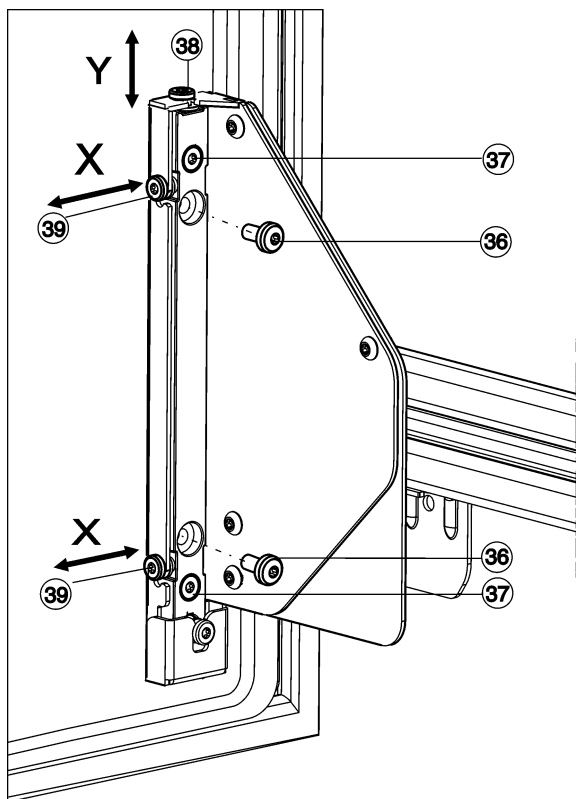

Fig. 27
- Schrauben Fig. 27 (36) vollständig herausschrauben.
- ▷ Die Schrauben Fig. 27 (36) entsorgen, sie werden nicht mehr benötigt.
- Schrauben Fig. 27 (37) mit 1 bis 2 Umdrehungen nur lösen.
- Verstellerschraube (38) drehen. Im Uhrzeigersinn: die Tür bewegt sich max. 4 mm nach oben. Entgegen dem Uhrzeigersinn: die Tür bewegt sich max. 2 mm nach unten.
- Alle Schrauben Fig. 27 (37) wieder festziehen.
- Falls die Schrauben Fig. 27 (36) noch vorhanden sind, diese vollständig herausschrauben.
- Stellschrauben Fig. 27 (39) je nach gewünschter seitlicher Justagerichtung verstellen.
- Nach beendeter seitlicher Justage Schrauben Fig. 27 (37) wieder festziehen.